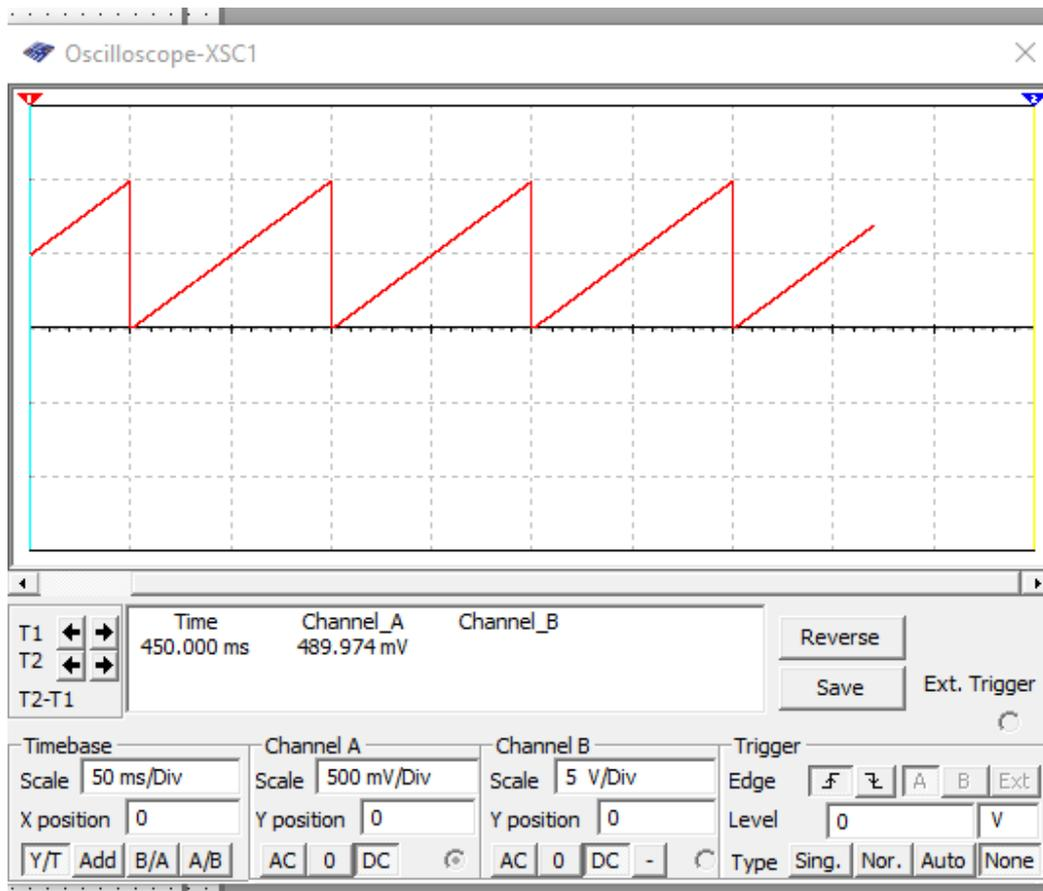

Рис. 7 Осциллограмма выходного сигнала генератора пилообразного напряжения.
На Рис. 7 показана осциллограмма выходного напряжения при длительности развертки 0.1 сек. В самом интеграторе за время интегрирования сигнал линейно нарастает до - 0,1 вольта. После инвертирования и усиления усилителем U2 за время интегрирования выходное напряжение нарастает до + 1 вольта. Для изменения длительности развертки необходимо изменить частоту генератора. При этом напряжение на выходе интегратора будет изменяться за счет изменения времени интегрирования. При изменении частоты необходимо иметь заданное значение напряжение полного отклонения развертки. Это достигается путем изменения коэффициента усиления усилителя U2.
Настройте осциллограф согласно с настройками на Рис. 7.
1. Запустите схему и убедитесь в совпадении осциллограммы с осциллограммой на Рис. 7. Если есть различия, то устраните их путем изменения настроек и значений резисторов и конденсатора.